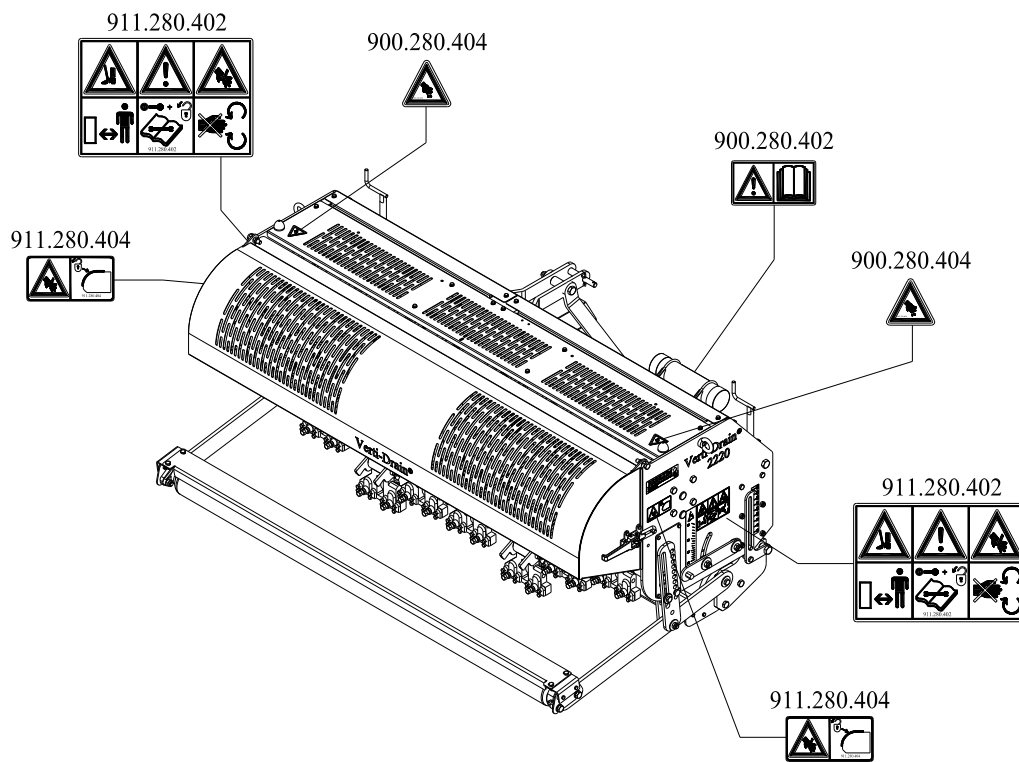

Bild 7
7. Placering säkerhetsdekaler. (Bild 7)